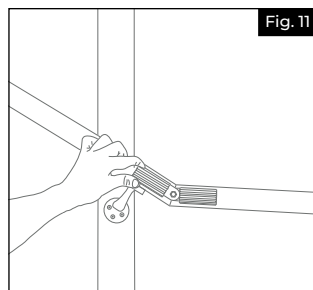

Fig. 11
- b. Ensamblar y posicionar la unión ajustable en la parte exterior del pasamanos y apretar el tornillo en el ángulo adecuado (Fig. 11).